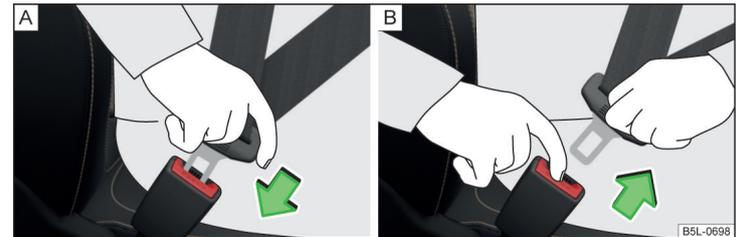

Abb. 7 Sicherheitsgurt anlegen / ablegen
- › Die Schlosszunge in das zum Sitz gehörende Gurtschloss » Abb. 7 - [A] stecken, bis diese hörbar einrastet.
- › Die Schlosszunge fassen und die rote Taste im Gurtschloss drücken » Abb. 7 - [B], die Schlosszunge springt heraus.